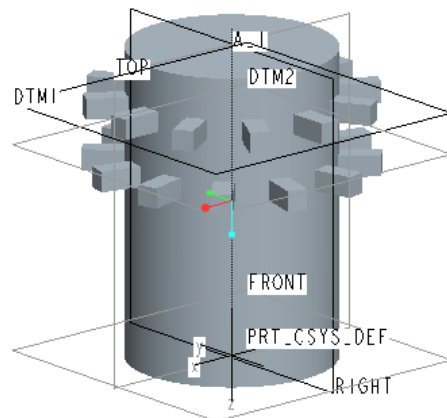

図 13-26 2 段目の突起の形成
- ・以上で、図 13-26 に示すように上部 2 段の突起の形成が完了した。